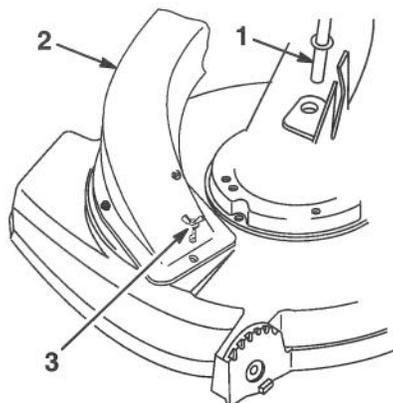

Figure 40
- Insérer la tige de support de la chute dans le trou de droite du carter de la tondeuse (Fig. 40).